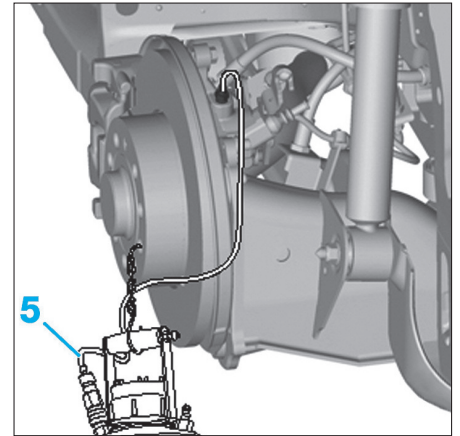

FIG. 29
- Brancher le flexible d'aération du flacon de purge (5) sur la vis de purge de l'étrier de frein/cylindre récepteur arrière gauche (Fig.29).